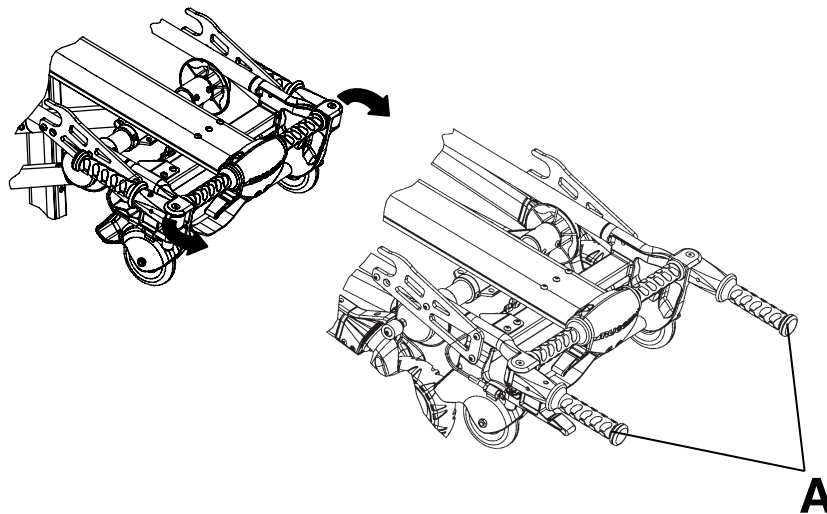

Figura 16 – Poziționarea mânerelor de ridicare
1. Pivotați mânerele de ridicare retractabile (A) în poziție (Figura 16).